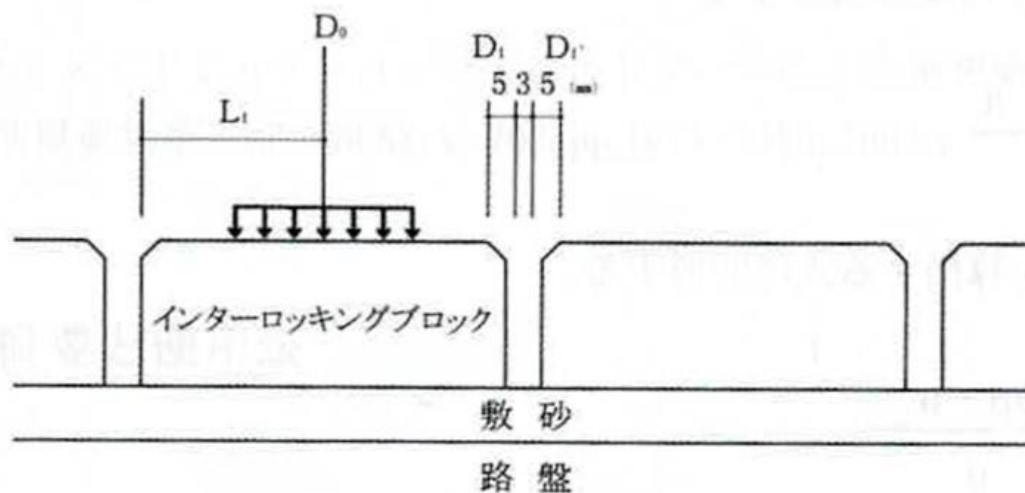

図1 小型 FWD による荷重分散性能の測定方法
(1) 試験方法
- (2) 図 1 に示すように、まず任意の IL ブロックの中心部に小型 FWD の載荷板の中心部を設置し、増設センサ(以第 2 センサという)を載荷側 IL ブロック内の目地近傍に設置してたわみを測定します。
- (3) 次に、第 2 センサだけを目地に挟んで隣接する非載荷側 IL ブロックの目地近傍に設置してたわみを測定します。